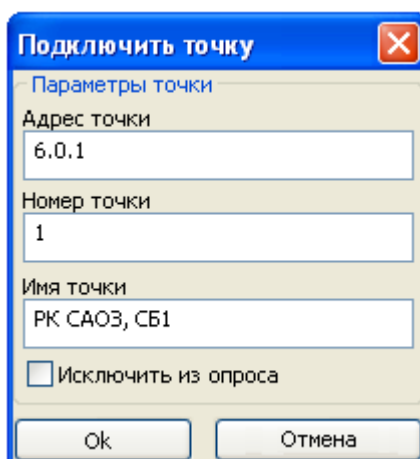

Рисунок 8. Окно «Подключить точку»
- 2 В появившемся окне (Рисунок 8) заполнить поля: